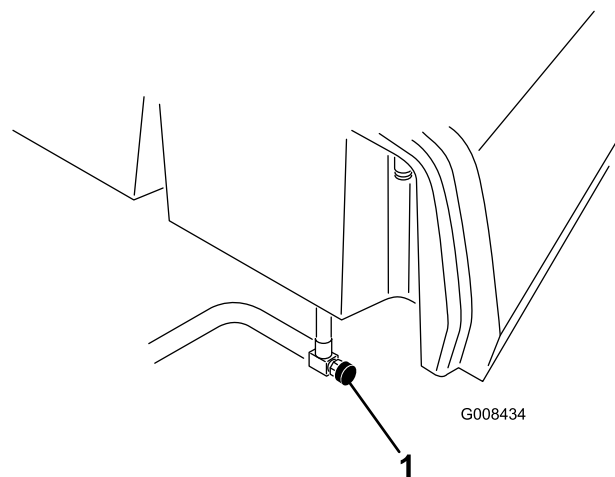

Figura 37
1. Chiudete la valvola di intercettazione del carburante (Figura 37) sotto il serbatoio del carburante.